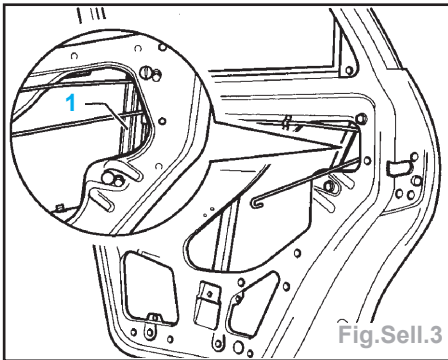

Fig.Sell.3
- Desserrer les vis du support du guide de la vitre (1), le décrocher de la porte puis l'extraire (Fig.Sell.3).